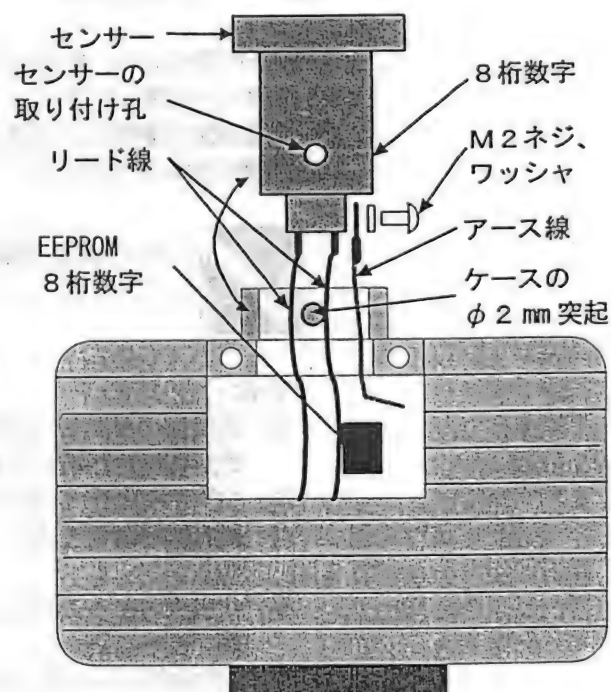

図7 センサー、EEPROM交換
- (2) 図7の様にクリスタルセンサにリード線及びアース線が接続された状態になって出てきます。これらの接続リード線を外して、センサを電源部より取り外します。
- (3) センサを新品に交換する場合は、センサおよびセンサと対になっているEEPROMチップをセットで交換する必要があります。
- (4) センサを新しいものに交換する場合は、EEPROMを先に差してから(ICの足が正常に挿入されていることを確認して下さい)、センサの端子にリード線のソケットコンタクトを差し込んで下さい。リード線のソケットコンタクトはセンサのどちらの端子に接続してもかまいません。
- (5) センサとEEPROMの入れ替えが終わりましたら、アース線をセンサに取り付けた後、センサ取り付け孔をケースから出たφ2mmの突起に合わせ位置決めを行います。次に、ネジと一緒に外したクランプ用のプラスチック部品を元の状態に取り付けて終了です。